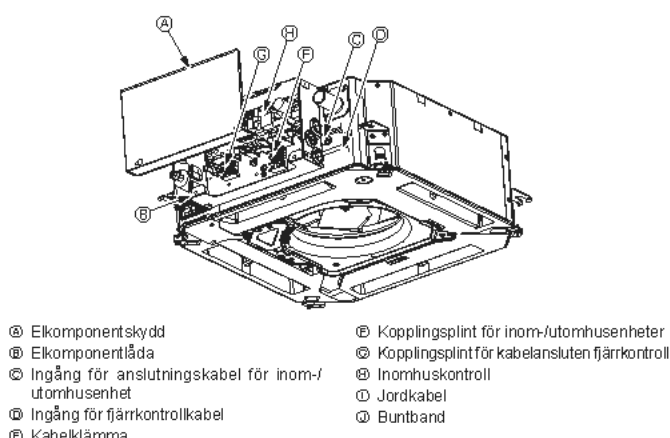
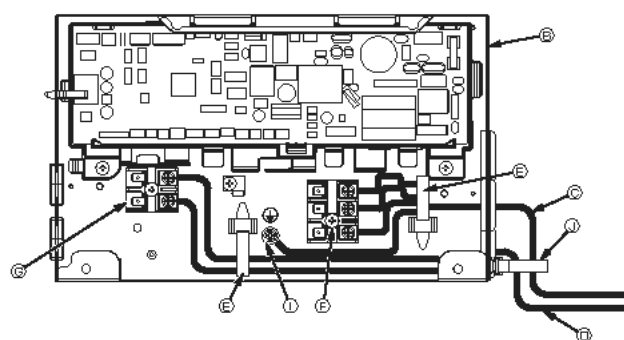

Fig. 7-1
Fig. 7-2
7.2. Inomhusenhet (Fig. 7-1) (Fig. 7-2) (Fig. 7-3)